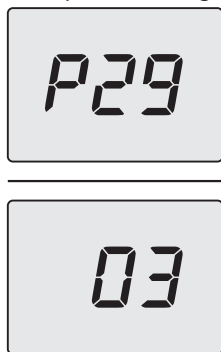

Figura 5.44
- Scorrere i vari parametri utilizzando i tasti 12 (indietro) o 14 (avanti) fino a far apparire sul display LCD le lettere **P29** che si alternano con il valore del parametro (Figura 5.44).